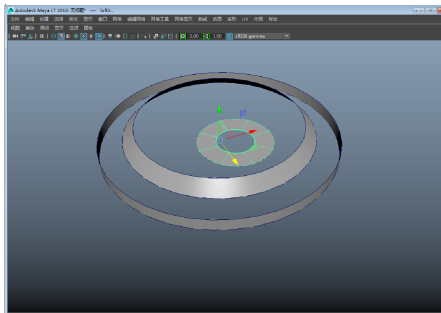

图 3-118 形成曲面
- 7 使用相同的方法，再在圆的内侧创建一个曲面，并使用移动工具将其位置进行调节，如图 3-118 所示，该曲面将用于连接灯具的底座与支撑杆。